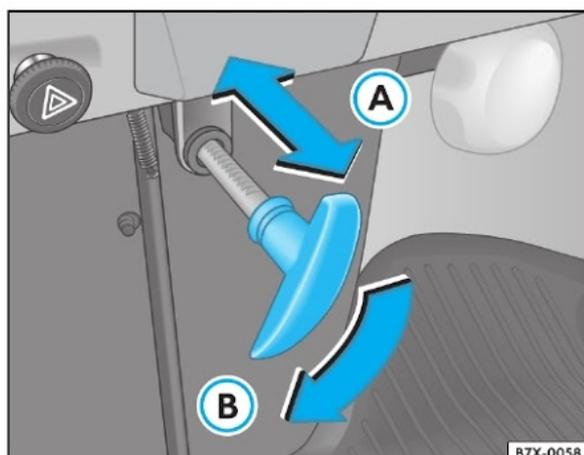

Fig. 60 Alavanca do freio de estacionamento localizada sob o painel de instrumentos
- Puxe a alavanca firmemente ⇒ fig. 60 **(A)**.
- Puxe ligeiramente a alavanca, gire-a no sentido horário ⇒ fig. 60 **(B)** e empurre a alavanca até o batente ⇒ .